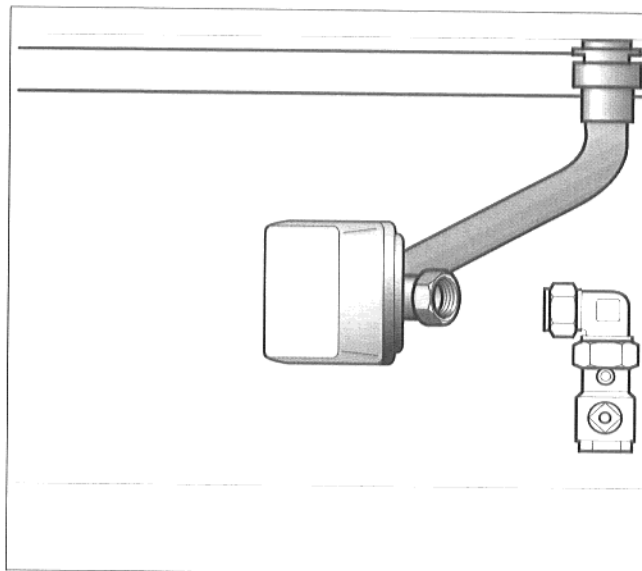

Fig. 5: valvola a tre vie tubo di mandata
- Montare il tubo di mandata valvola a tre vie con anello torico integrato ed il morsetto di sicurezza tra la mandata caldaia ed il collegamento alla valvola a tre vie. Tenere presente l'anello di serraggio! (Fig. 5).